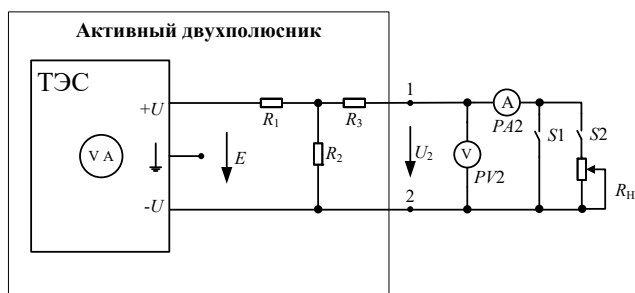

Рис. 2.1. Электрическая схема исследуемой цепи
В работе исследуется активный двухполюсник, который состоит из идеального источника ЭДС и трёх резисторов R_1 , R_2 , R_3 . В качестве источника ЭДС используется регулируемый источник (рис. 2.1). К выходным зажимам 1 и 2 активного двухполюсника подключается регулируемое сопротивление нагрузки R_H . С помощью ключей $S1$ и $S2$ устанавливаются различные режимы работы активного двухполюсника. ЭДС идеального источника E контролируется универсальным цифровым прибором VA источника ТЭС. Напряжение U_2 и ток I нагрузки измеряются приборами $PV2$ и $PA2$.
2. Собрать электрическую цепь, соответствующую схеме замещения (рис. 2.1), и показать её преподавателю или лаборанту.